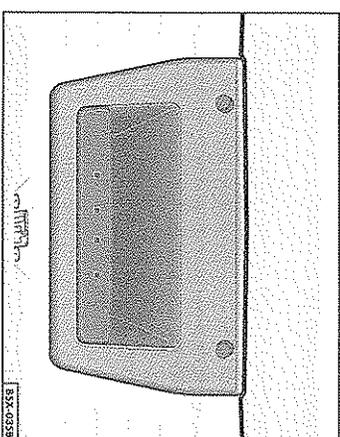

Fig. 2 Detalle del revestimiento interno de la tapa del maletero: rebajo para cerrar
- Asegure la tapa por el rebajo en el tapiz ⇒ fig. 2 ⇒ ⚠ y tirelo hacia bajo.